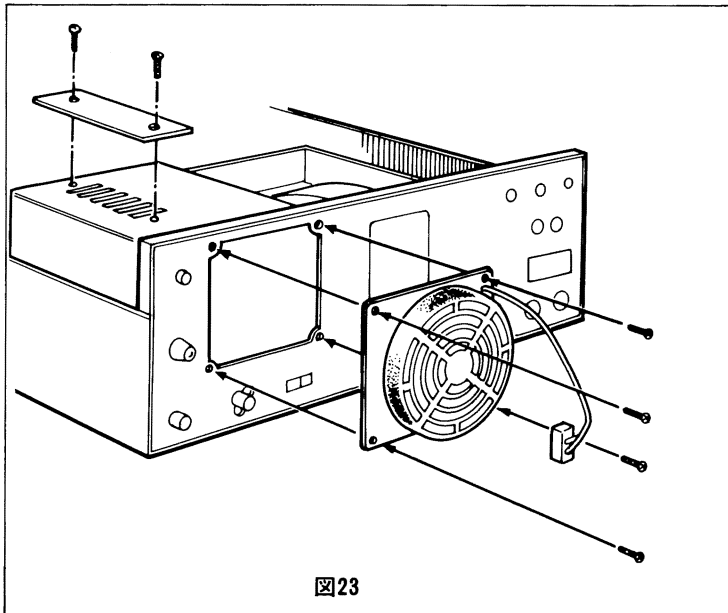

図23
- ①セットの上ブタをとりはずしてください。
- ②ファイナルカバーの風穴に当て板を取付けます。
- ③上ブタを元通り取付けます。
- ④後面パネルに取付けてあるファイナル保護カバーをはずし、FA-3Aを取付けます。方向を間違えないよう図23のように取付けてください。(ファンコードの位置が図23のようになるように取付けてください。)
- ⑤FA-3Aのプラグを後面パネルのFANコンセントにさしこんでください。